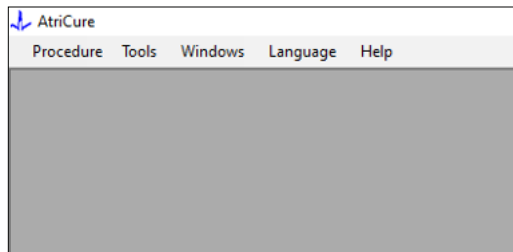

Figura 3: Menu/Funcionalidades da interface do software
1. O software *RF_Display* possui cinco menus/funcionalidades diferentes (consulte a **Figura 3**):